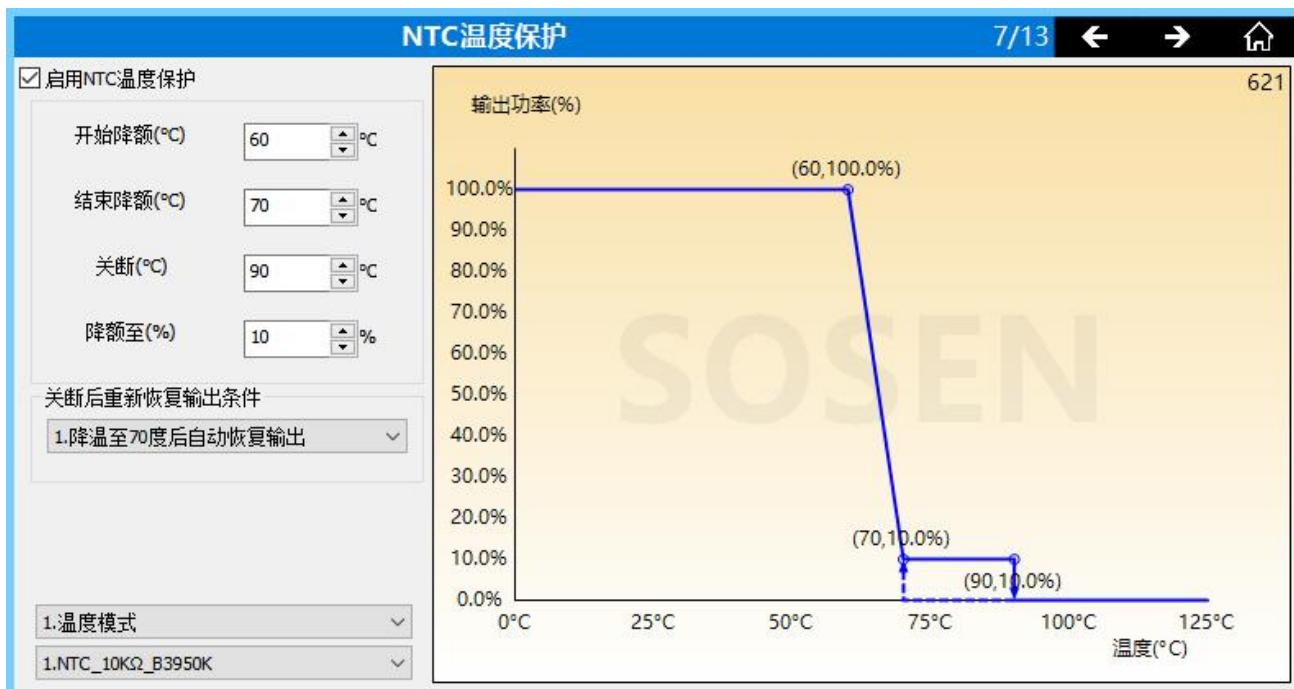

图 1
a. D4i 机型所支持的 NTC 功能，如图 1 所示的功能界面。支持此功能的机型如 22PA-32F。
b. 运行逻辑:按图 1 所示参数设定，如蓝线所示，当温度低于 60°C 时，输出功率为 100%；当温度大于 60°C 且小于 70°C 时，输出功率按 60°C 到 70°C 之间的斜线运行，随着温度的升高和降低，输出功率会伴随这个降低和升高；当温度大于 70°C，输出功率将降至 10%，并保持在 10%；当温度大于 90°C，将关断输出。另外，将关断温度设置成小于或等于结束降额的温度，将关闭关断功能，既不关断。